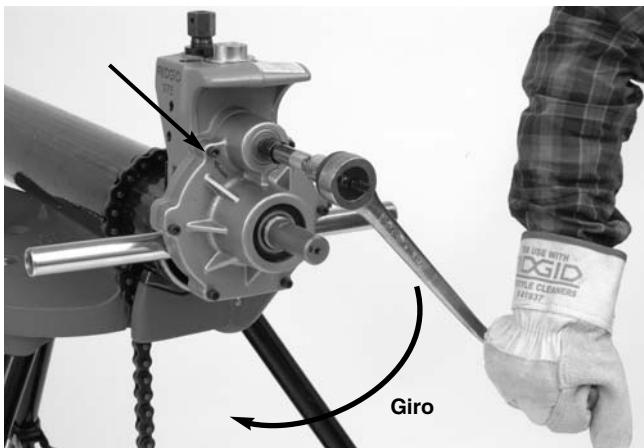

Figura 17 – Giro del trinquete en el sentido de las flechas
5. Gire el trinquete hacia la derecha (usted se encuentra mirando la parte trasera de la ranuradora) en el sentido de las flechas grabadas en el cuerpo trasero de la ranuradora (vea la Figura 17). Observe el giro de la ranuradora y asegure que la placa de la cubierta permanece en contacto con el extremo del tubo. Si la ranuradora empieza a separarse del extremo del tubo, no le dé más vueltas al trinquete para que la ranuradora no se salga del tubo y vaya a caer. Usted puede valerse de los brazos de soporte para empujar la ranuradora hacia el tubo para que éste y la placa vuelvan a quedar en contacto. Si es necesario, nuevamente monte la máquina en el tubo (vea la sección "Montaje de la ranuradora en el tubo"). Si el extremo del tubo se deformó, corte el tubo más adentro y lábrele una nueva ranura.